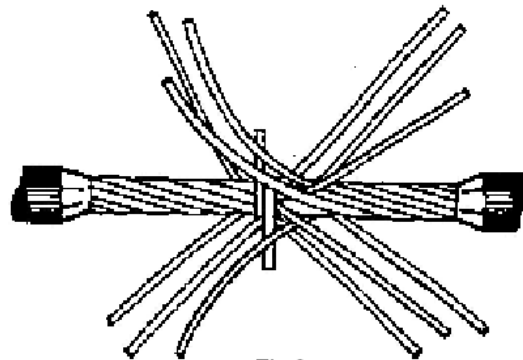

Fig.2
a) Enrole as pontas da fita isolante à capa do condutor, com o polegar (Fig.2).
b) Enfrente os cabos, intercalando os condutores e comece a enrolar em sentido contrário ao trançado do cabo do qual retirou a atadura (Fig.2).
- Enrole a metade dos condutores do cabo derivado, sobre o cabo principal, em sentido contrário ao trançado deste último (Fig.2).
- Enrole a outra metade dos condutores em sentido contrário aos enrolados no passo anterior (Fig.2).